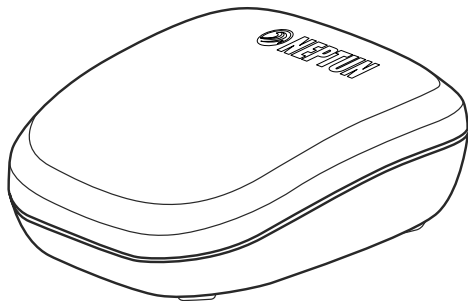
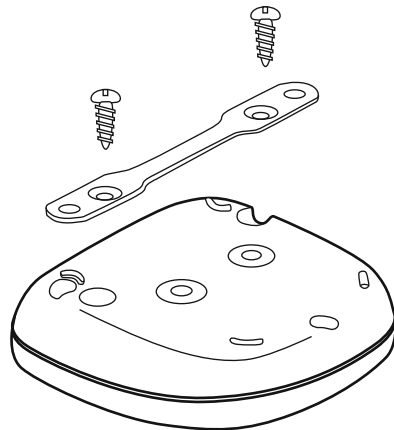

Рис. 1. Внешний вид Радиодатчика
Рис. 2. Установка крепления на Радиодатчик
5. Установите Радиодатчик в месте возможного скопления воды на полу контактными пластинами вниз (Рис. 1). При необходимости используйте крепление, входящее в комплект поставки Радиодатчика (Рис. 2).